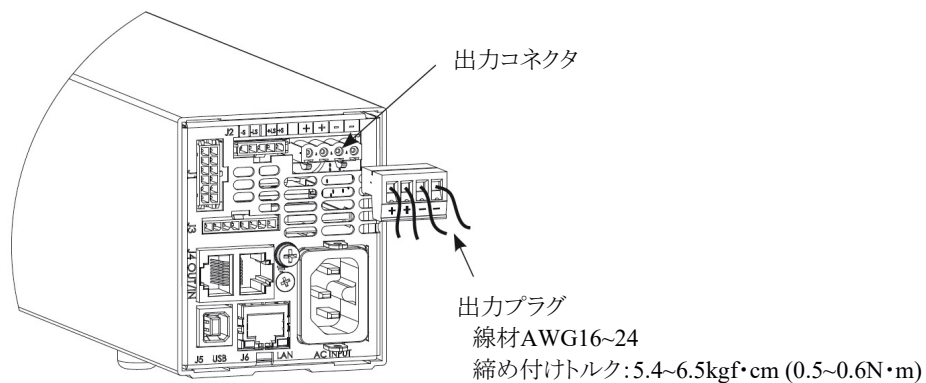

図4-9 負荷線の接続(出力電圧160V~650Vモデル)
- 図4-9のように負荷線を出力プラグ(製品に添付されています)に接続し。電源の出力コネクタに接続してください。